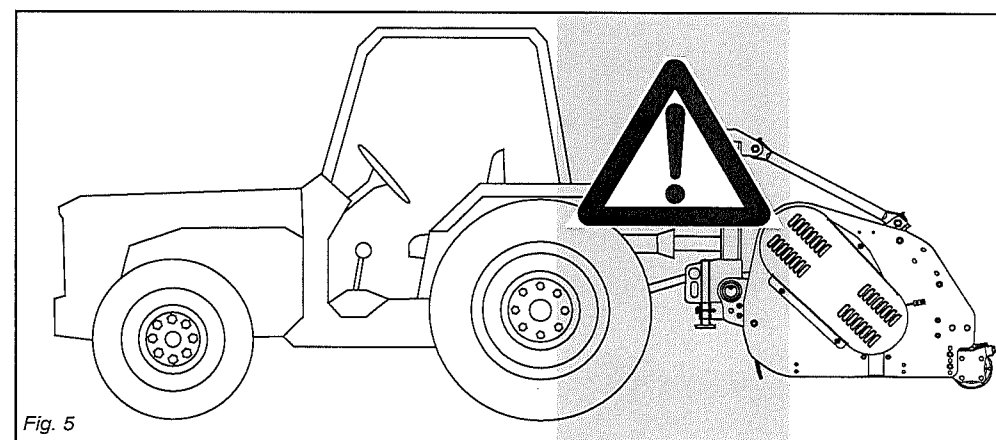

Fig. 5
- 27) Det är absolut förbjudet att ställa sig mellan traktorn och maskinen (fig. 5) med motorn på och inkopplad kardanaxel samt utan att parkeringsbromsen är aktiverad. Håll dig på säkert avstånd från maskinen när den är i drift, på grund av risken för slungning av stenar och andra föremål.
- 30) Det är absolut förbjudet att ställa sig mellan traktorn och maskinens infästning för att manövrera lyftkommandot utifrån (fig. 5).
- 27) Det er strengt forbudt at gå ind mellem traktoren og maskinen (Fig. 5) mens motoren er tændt og kardanakslen koblet til og uden at have trukket håndbremsen og have blokeret hjulene med en klods eller en stor sten. Hold sikkerhedsafstand til maskinen hvis den er i drift for at undgå at blive ramt af eventuelle stumpe genstande.
- 30) Det er strengt forbudt at gå ind mellem traktoren og tilkoblingen til maskinen for at styre liften udefra (Fig. 5).